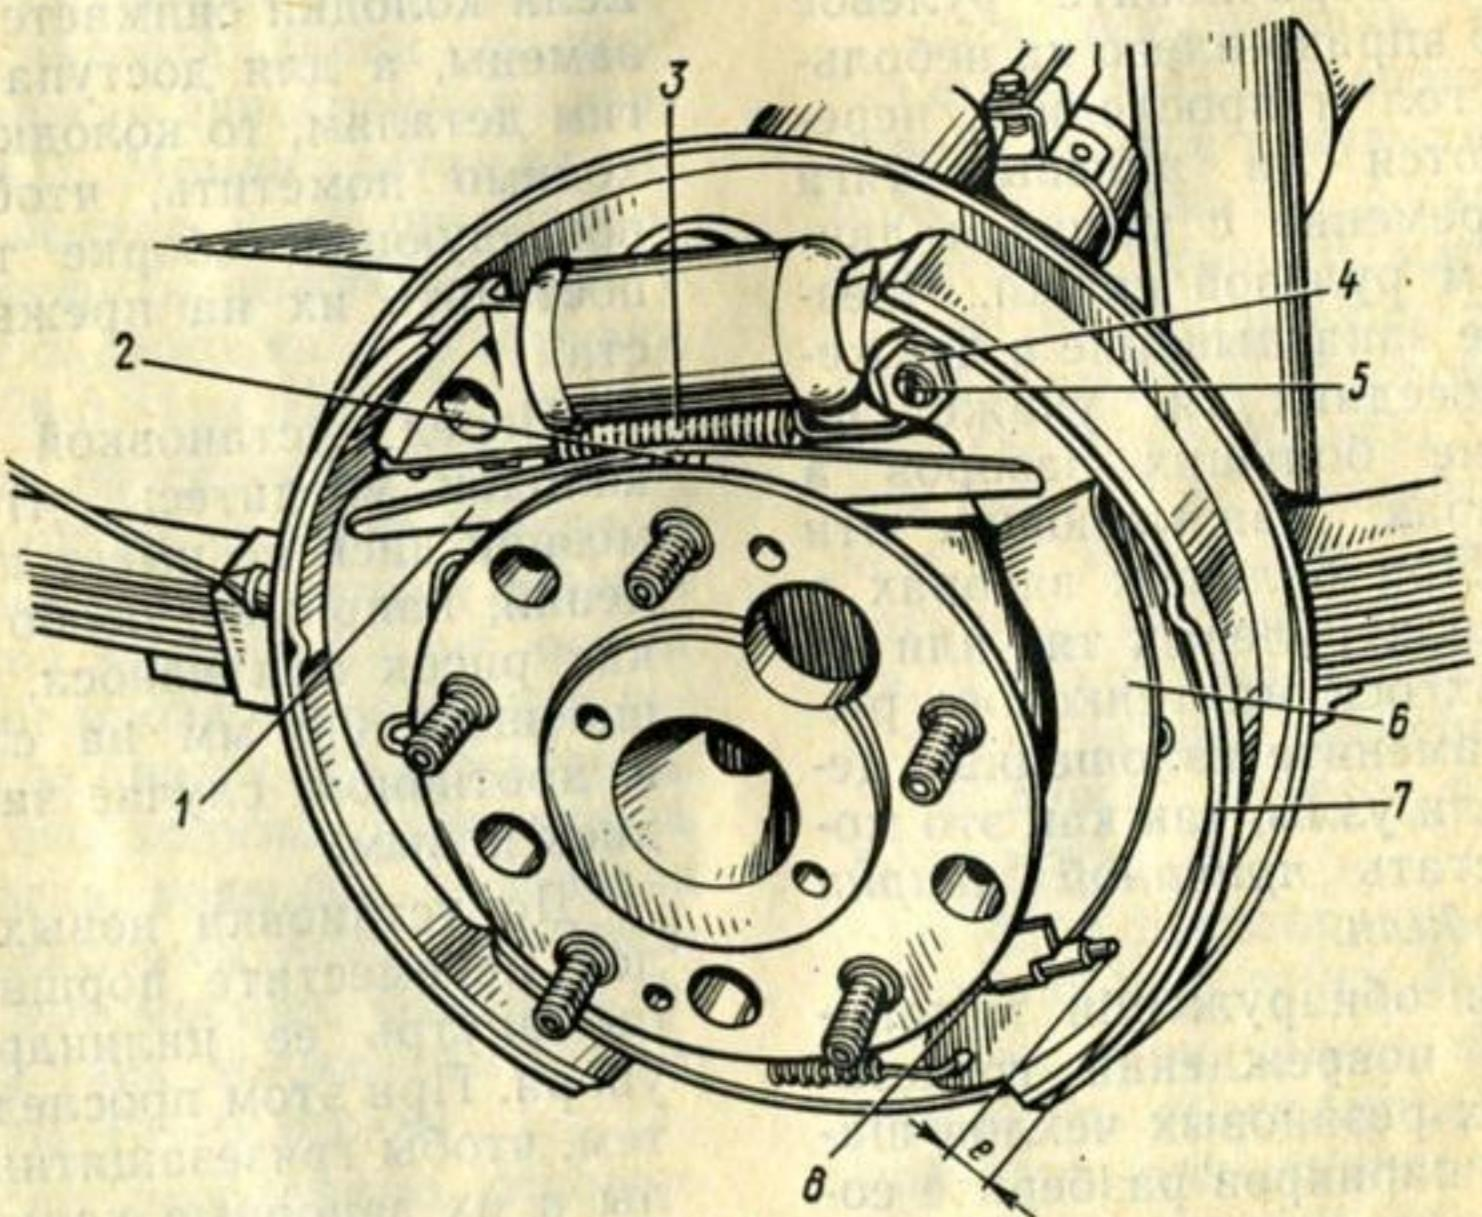

Рис. 65. Тормозной барабанный механизм заднего колеса:
Барабанные тормоза задних колес (рис. 65). Для осмотра тормозных колодок барабанных тормозов снимите тормозные барабаны. Поверхности фрикционных накладок должны быть чистыми, без следов смазки или грязи. При обнаружении следов смазки необходимо устранить причину ее появления, после чего очистить фрикционные накладки металлической щеткой и промыть их поверхность уайт-спиритом. Колодки, имеющие повреждения или толщину фрикционной накладки 1,5 мм и менее, необходимо заменить.
Может оказаться, что после такой регулировки действие стояночной тормозной системы останется по-прежнему неэффективным. Это будет указывать на то, что износ фрикционных колодок тормозов превысил величину, которую может выбрать ход рычага. В таком случае отрегулируйте положение разжимных рычагов 6 (см. рис. 65) на ребрах колодок тормозов.
3. Отверните на 2—3 оборота гайку 4 (см. рис. 65) регулировочного эксцентрикового винта 5 разжимного рычага 6. Затем, отжав отверткой пружину 8, вращайте винт 5 по часовой стрелке на левом тормозном механизме и против часовой стрелки на правом, перемещая рычаг 6, к ободу колодки 7. Рычаг передвигайте настолько, чтобы зазор e между наконечником троса и ободом колодки 7 был равен 4—6 мм.